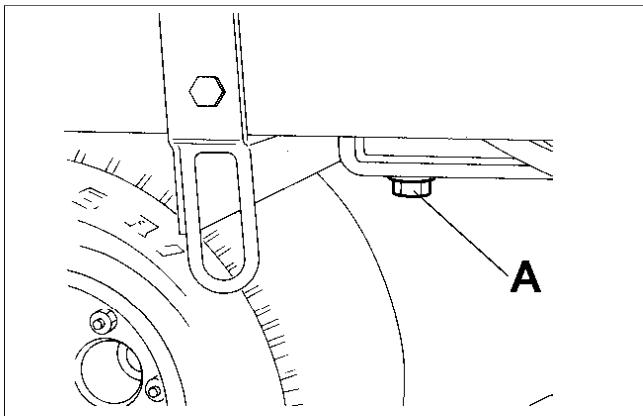

Fig.26
- (a) After first warming up the engine remove the drain plug (A Fig.26) and drain all the oil from the crankcase sump.
- Met de motor nog warm, de aftapstop (A afb.26) verwijderen en alle olie uit het carter laten lopen.
- Dès que le moteur est chaud, retirer le bouchon de vidange (Fig. 26 "A") et vidanger toute l'huile du carter moteur.